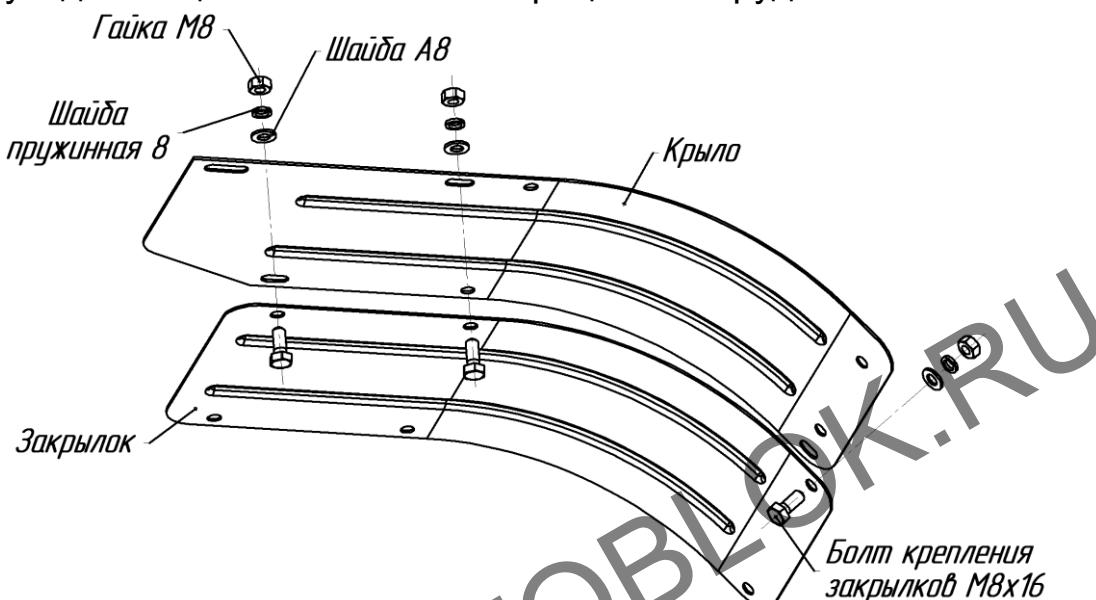

Рис.9. Схема крепления закрылок (дополнительных крыльев)
30. Защитные устройства и щитки должны быть установлены на соответствующие места и надежно закреплены с помощью исправного стандартного инструмента (рис.9).